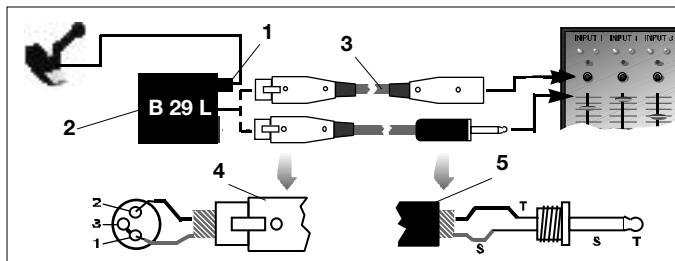

Fig. 3: Schema di collegamento con B 29 L
Inserire il cavo: 1. Inserite il connettore mini-XLR (1) sul cavo microfonico in una delle due prese mini-XLR sul B 29 L (2) fino all'arresto. Vedi fig. 3.
Vedi fig. 3. 2. Collegare il B 29 L (2) con l'ingresso prescelto.